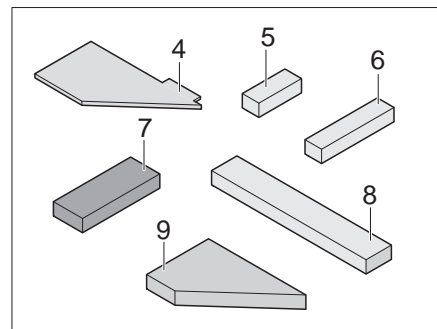
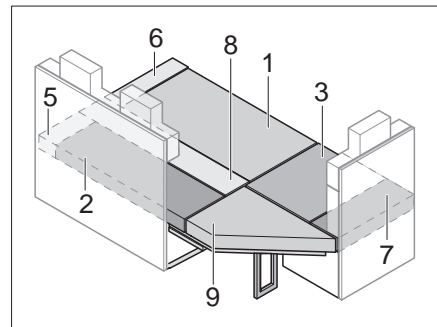

Bild 143 Zusatzpolster
Bild 145 Nach dem Umbau
- Sitz-, Rücken- und Zusatzpolster wie in Bild 145 gezeigt auflegen (Die Positionsnummer beziehen sich auf Bild 143).